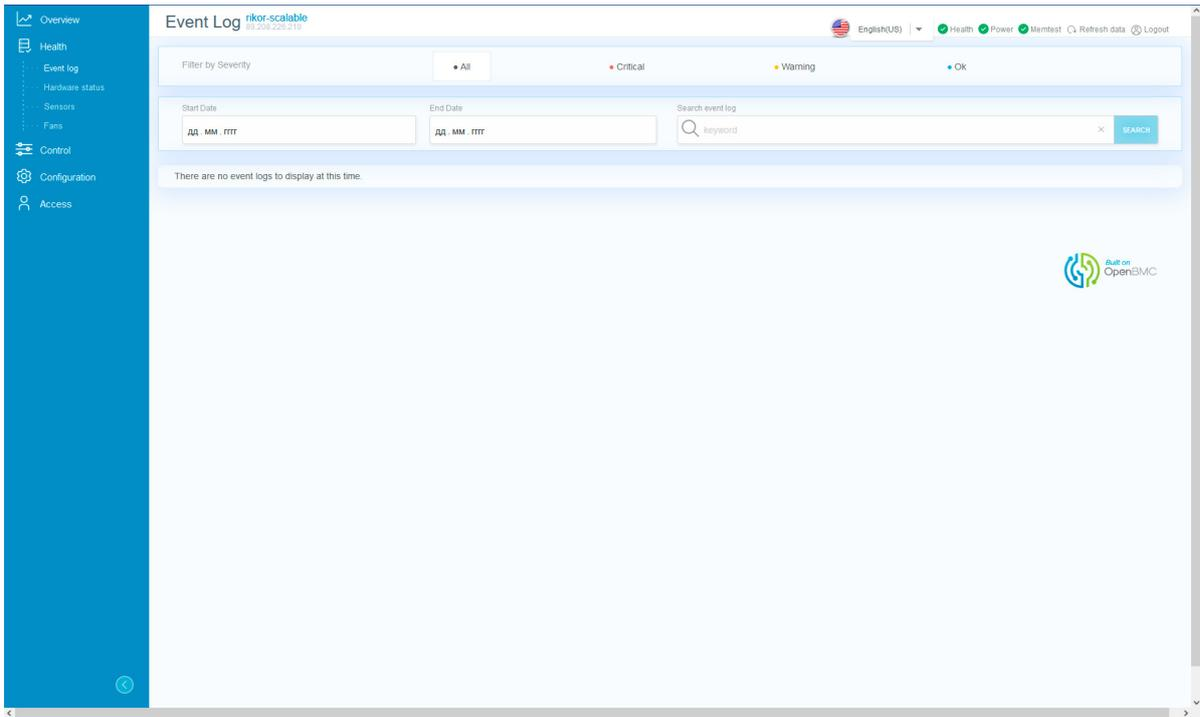

Рис. 71. Окно «Event log»
- 2) Пройдите во вкладку «Health» → «Event log» в данной вкладке отображены все события произошедшие в сервере. В поле «Filter by Severity» произведите фильтрацию по степени серьезности события. В поле «Start Date» произведите фильтрацию по дате начала события, в поле «End Date» произведите фильтрацию по дате окончания события, в поле «Search event log» произведите фильтрацию по ключевым словам события. Окно показано на рис. 71 Окно «Event log»